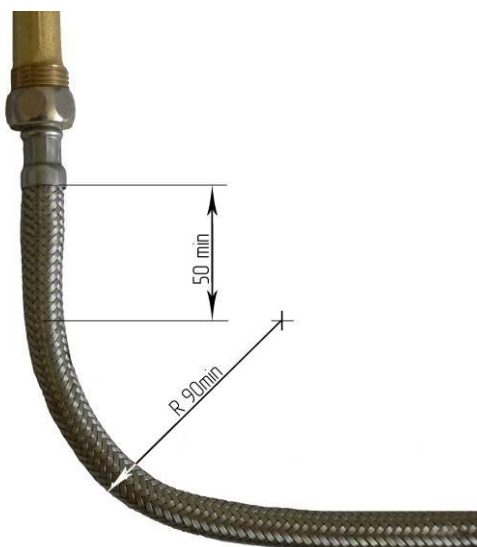

Рис. 4. Требования к монтажу гибких шлангов
- установку шланга с изгибом вблизи наконечников. Длина участка шланга у заделки, который не должен подвергаться изгибу, должна быть не менее 50 мм. Минимально допустимый радиус изгиба шланга, измеряемый по внешней образующей, должен составлять 90 мм (см. рис. 4).